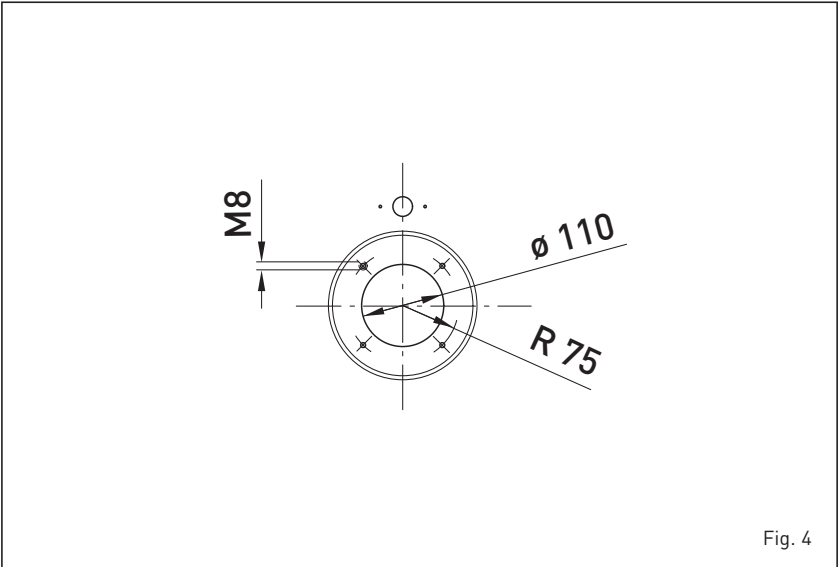

Fig. 4
1.7.2 Montage van de brander (fig. 4)
De ketel deur is reeds voorzien voor de montage van de brander (fig. 4). De branders moeten zodanig worden afgesteld dat de CO₂ overeenstemt met de waarde die in punt 1.3 staat aangegeven met een tolerantie van ± 5%.
2.4.2 Rookgasafvoer met coaxiale leiding ø 80/125 (fig. 4/a)
De ketels “**RONDÒ - ESTELLE ErP**” zijn geschikt voor aansluiting op roestvrij stalen coaxiale afvoerleidingen ø 80/125, die gericht kunnen worden volgens de eisen van de ruimte (fig. 4/a).